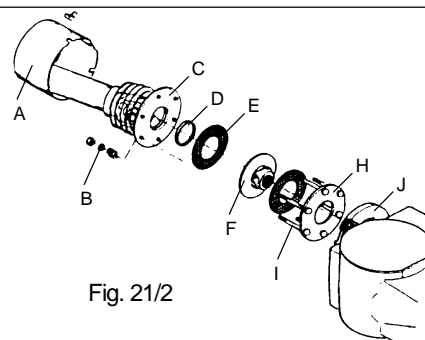

Fig. 21/2
(Fig. 21/2) Verwijder de koppelingsbeschermkap (A) van de transmissie. Schuif de koppeling over de ingaande as van de transmissie en bevestig hem in zijn positie door de klembout vast te draaien. Monteer de koppelingsbeschermkap vervolgens weer terug aan de voorzijde van de transmissie.
Platenslipkoppeling 647186, 204066248, 204056754 (Zie Fig. 21/2)
(Zie Fig. 21/1 en 21/2) Verwijder de koppelingsbeschermkap (A) van de transmissie. Schuif de koppeling over de ingaande as van de transmissie en bevestig hem op zijn positie door de klembout vast te draaien. Monteer de koppelingsbeschermkap vervolgens weer terug aan de voorzijde van de transmissie.